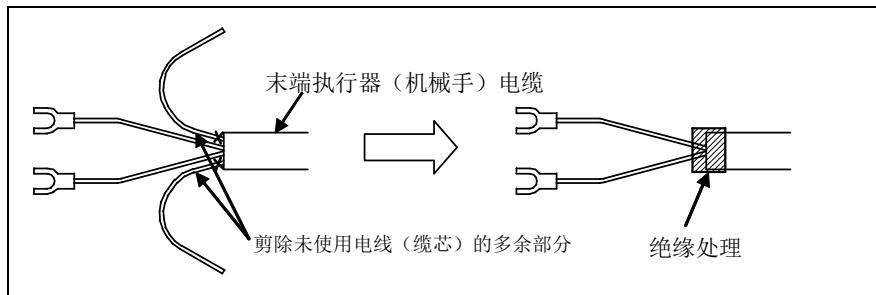

图 5 (a) 末端执行器（机械手）电缆的处理方法
- 请剪除末端执行器（机械手）电缆的未使用电线（缆芯）的多余部分并进行绝缘处理。如缠绕醋酸布胶带等。（见图 5(a)）